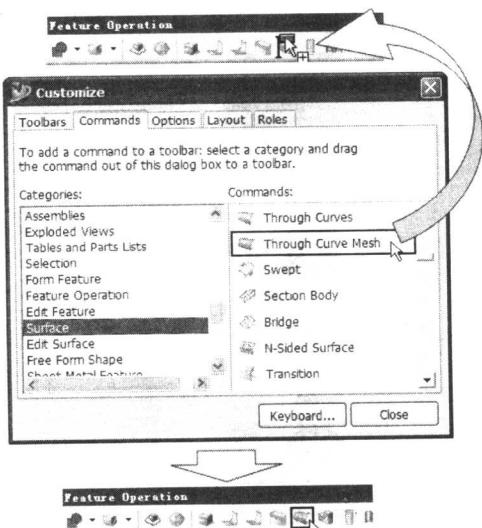

图 4 定制工具栏
- 拖动右窗口中的一个命令到界面上的工具栏或菜单上，如图 4 所示。